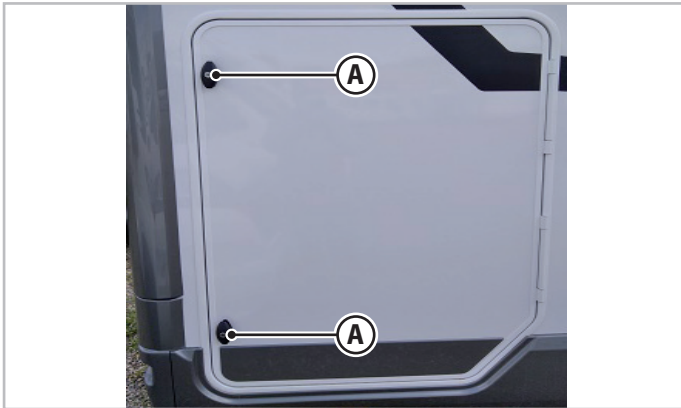

Fig.5.3 - Garagerummets låse
- Kontroller, at du har lukket garagerummet og låst alle de tilstedeværende låse (A - Fig.5.3), før du starter kørslen. Den enkle tryklukning af lågen er ikke nok til at blokere den.
Garagerummet er udstyret med en eller to låse (A - Fig.5.3).